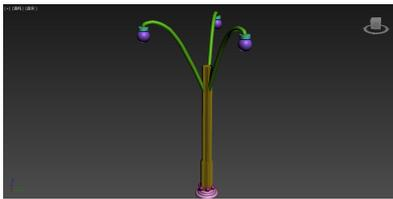

图 3-72 路灯模型
- 12 选中球体、圆柱体和曲线模型，在工具栏中选择【组】|【组】命令，将其群组，然后选择层级面板，复制出两组，调整角度和位置。到此所有的路灯模型制作完毕，如图 3-72 所示。